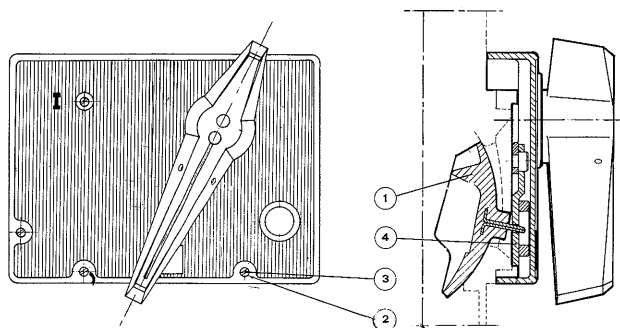
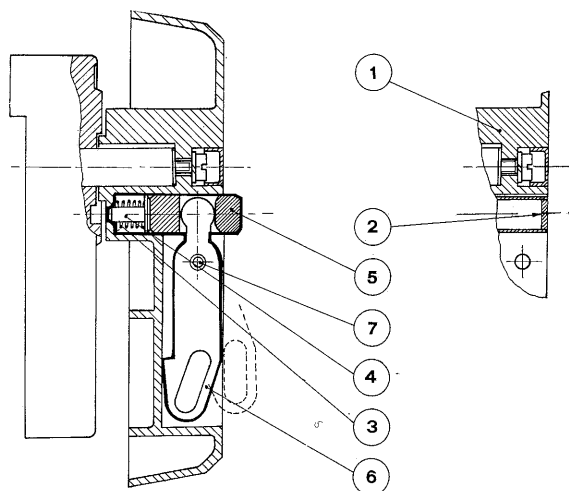

Fig. 21
Fig. 22
**8.6.1. Applicazione del comando a maniglia rotante sull'interruttore (fig. 21)**
- a) smontare il coperchio dell'interruttore (§ 5.2.) e sostituire la maniglia normale con quella speciale (1) compresa nella fornitura
- c) montare il comando a maniglia rotante sul coperchio dell'interruttore servendosi delle viti (2) con le rosette (3) e curando che l'insero metallico della maniglia (1) alloggi nella cava della leva (4).
**8.6.2. Dispositivo di blocco a lucchetti (fig. 22) (massimo 3 lucchetti con gambo da 6 mm.)**
- a) estrarre dalla maniglia (1) il tappo (2)
- b) montare nell'ordine : la molla (3), il perno (4), il pulsante (5) e la leva (6), fissando il tutto con la spina elastica (7).
**8.6.1. Fitting of rotary handle mechanism on the breaker (fig. 21)**
- a) remove the breaker cover (§ 5.2.) replace the standard handle with the special one (1) supplied with this fitting
- c) secure the rotary handle mechanism to the cover with screws (2) and washers (3) taking care that the metal jut of handle (1) enters the slot of plate (4).
**8.6.2. Padlock device (fig. 22) (up to 3 padlocks with 6 mm. dia. hoop)**
- a) remove the plug (2) from handle (1)
- b) fit successively : spring (3), pin (4), push-button (5) and lever (6) and secure with pin (7).